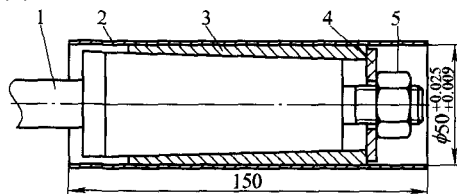

图7 研磨薄壁套内孔
(5) 研磨薄壁套内孔 采用在研磨机上, 设计制作了一个可调节外径的研磨工装研磨薄壁套内孔, 薄壁套内孔和阀杆配合间隙小于0.005mm。研磨后的薄壁套孔径要比阀杆配合尺寸小0.015~0.02mm, 薄壁套压入阀体后再研磨, 如图7所示。